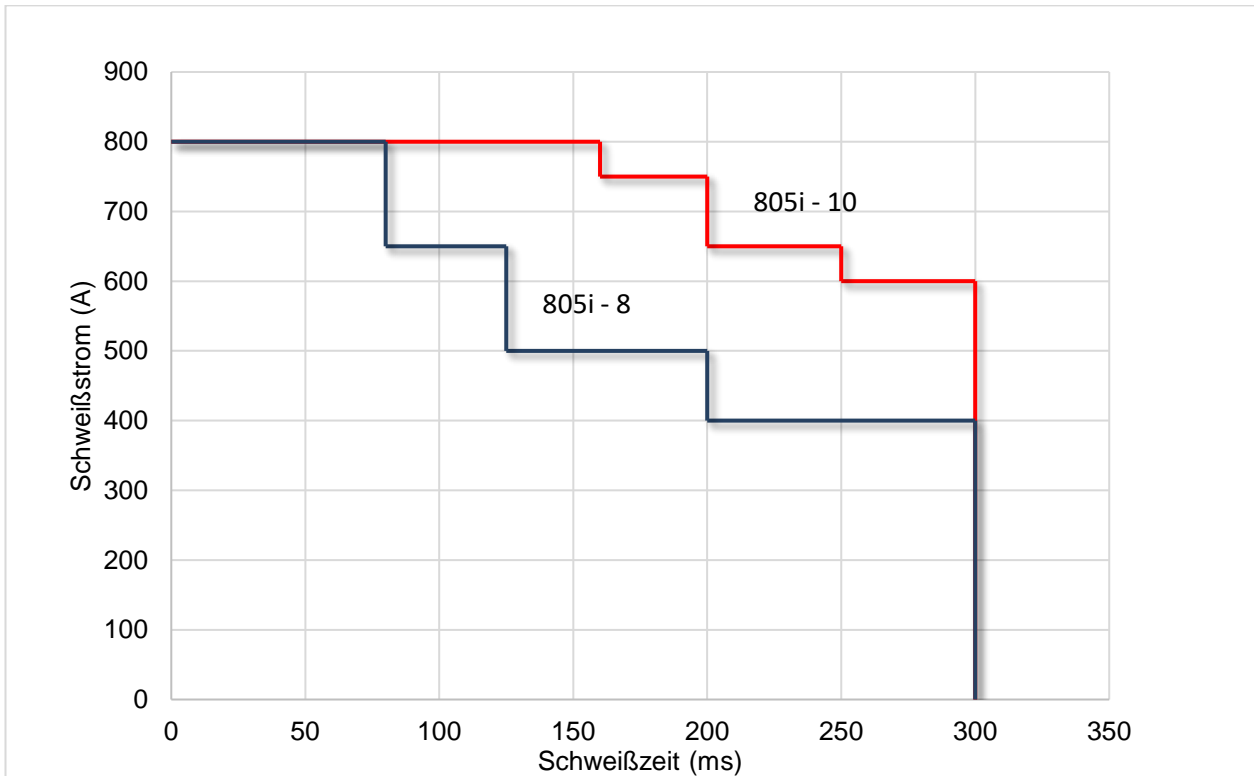

Bild 2: Leistungsbereiche 805i - 8 und 805i - 10
Hub (Lichtbogenlänge) und Überstand sind wichtige Parameter beim Bolzenschweißen. Sie können im wesentlichen in Abhängigkeit vom Bolzendurchmesser anhand Bild 2 gewählt werden. Die Schweißposition oder die Oberflächenbeschaffenheit des Grundmaterials können Änderungen erforderlich machen. Die passenden Werte sollten dann durch Versuche ermittelt werden.
Das Bild 2 gibt Einstellrichtwerte an, die beim Schweißen auf **metallisch blanken Oberflächen** in **Wannenlage** (Position PA) für gängige Bolzentypen erprobt wurden. Entscheidend ist der Durchmesser an der Schweißspitze, nicht das Nennmaß. Unter anderen Bedingungen (Schweißposition, Oberfläche verölt, verzündert oder gepriment) sind die günstigsten Werte durch Versuche zu ermitteln. Bei problematischen Oberflächen müssen z.T. Schweißzeit und Hub erheblich vergrößert und der Schweißstrom verringert werden. Beim Schweißen in Querposition ist es günstig, gegenüber den Richtwerten den Strom, den Überstand und die Eintauchgeschwindigkeit zu erhöhen und Zeit und Hub zu verringern. Zu beachten ist, daß beim Bolzenschweißen am unteren Ende des Leistungsbereiches großer Maschinen die Einstellwerte gegenüber den Tabellenwerten evtl. erhöht werden müssen. Dies hängt mit dem langsamen Hochfahren des Stromes zusammen, so daß während eines beträchtlichen Teils der Schweißzeit noch nicht der Endwert vorliegt. Dies muß durch Verlängern der Schweißzeit oder Erhöhen des Stromes ausgeglichen werden.
9. Verschieben Sie die Fußplatte mit den Säulen in den Klemmführungen so lange, bis der richtige Überstand erreicht ist. Richten Sie sich nach Bild 2. Eine schematische Darstellung der Stützeinrichtung finden Sie im Bild 4.
10. **Einstellung des Hubes (außer Reihe SK 14 und SK 15):** Schrauben Sie die Abschlusskappe der Pistole ab. Dahinter liegt eine Einstellschraube, an der in Stufen von 0,5 mm der Hub verändert werden kann (Bild 5). **Keine Zwischenwerte einstellen!** Richten Sie sich bei der Wahl der Werte nach Bild 2.
Der Hub kann nur in Stufen von 0,5 mm verändert werden. **Keine Zwischenwerte einstellen!** Richten Sie sich bei der Wahl der Werte nach Bild 2.